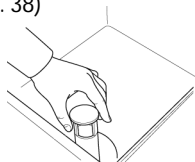

Abb. 38
- 2- Öffnen Sie die Tür und entfernen Sie den Überlauf. (Abb. 38)